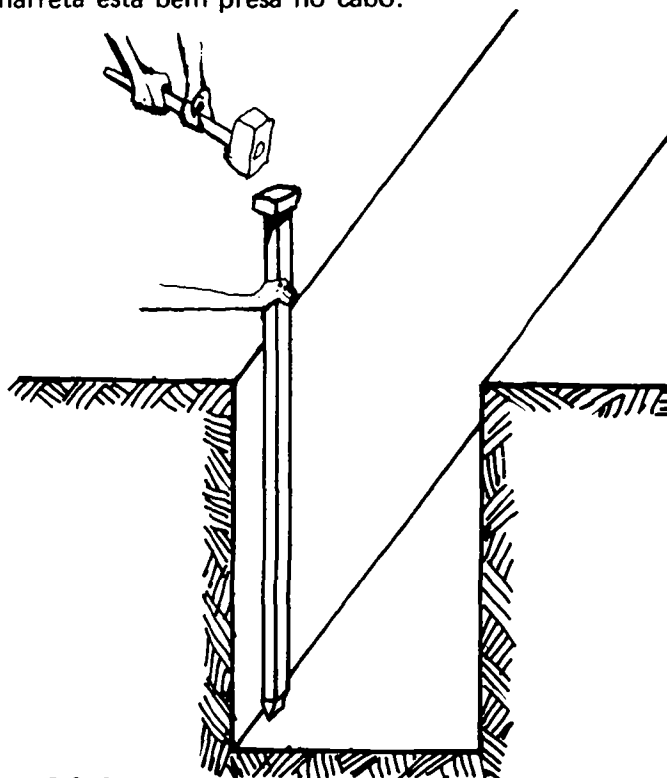

FIG. 2
2.º Passo — Finque o pontalete (fig. 2).